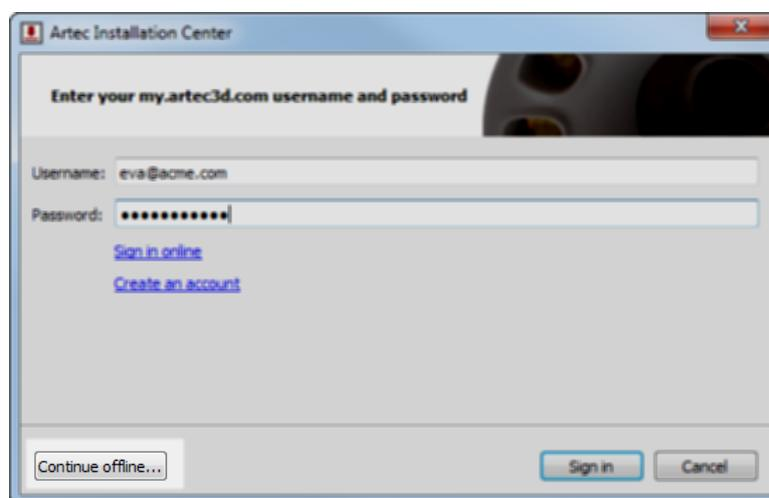

Abbildung 20: Artec Installation Center Authentifizierungs-Dialog
2. Während der Installation wird der Login-/Passwort-Dialog entsprechend *Abb. 20* angezeigt. Auf *Offline fortsetzen* klicken